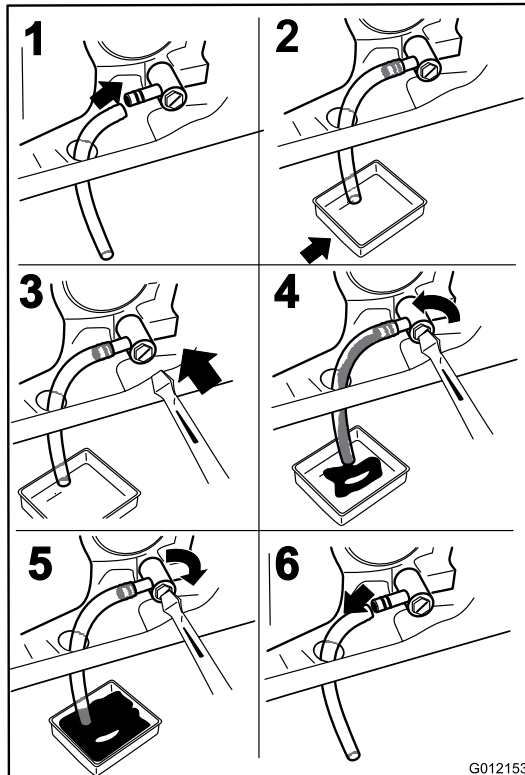

Figure 38
3. Avant de quitter la position de conduite, coupez le moteur, enlevez la clé de contact et attendez l'arrêt de toutes les pièces mobiles (Figure 38).